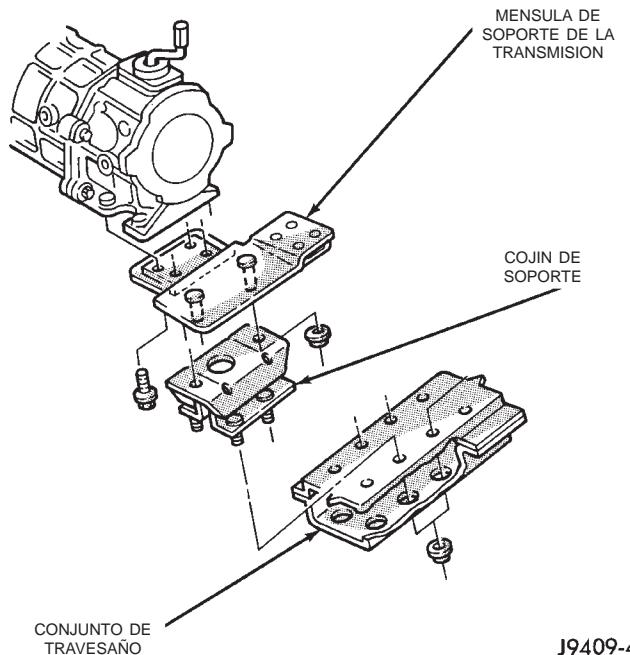
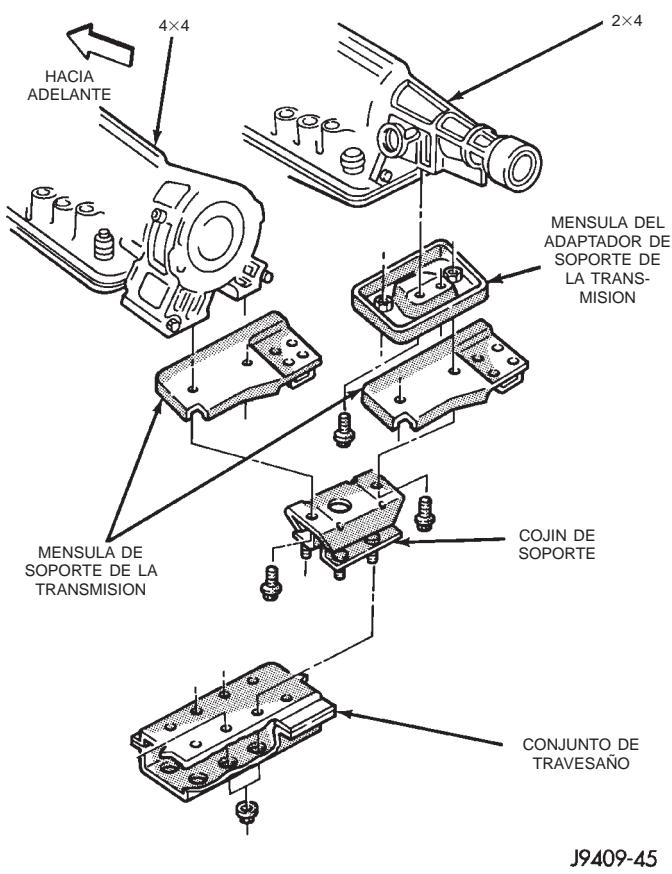

Fig. 25 Soporte trasero (transmisión manual)
Fig. 26 Soporte trasero (transmisión automática)
- (1) Desconecte el cable negativo de la batería.
- (2) Eleve el vehículo y apoye la transmisión.
- (3) Retire las tuercas que sujetan el cojín de soporte al travesaño (Fig. 25), (Fig. 26). Retire el travesaño.
(Fig. 25)
(Fig. 26)
- En los vehículos 2WD retire los pernos que sostienen la ménsula del adaptador de soporte de la transmisión en la transmisión (Fig. 26). Retire la ménsula del adaptador.